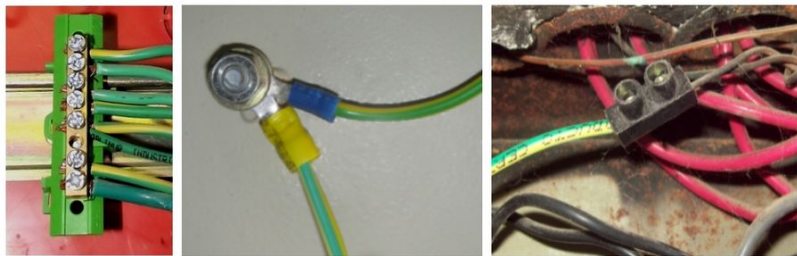

Fig. 1 : Conexión de tierra
- Siempre que haya espacio disponible en el tablero del cual se toma energía los interruptores se instalarán dentro del mismo. En caso de no haber espacio podrán instalarse en un tablero exterior con puerta, el cual se colocará junto al tablero del cual se toma energía. En las Figs. 1 y 2 se presentan los esquemas de la instalación. En todos los casos deberán colocarse identificadores con la leyenda "Plan Ceibal" en los interruptores (preferentemente etiqueta plástica autoadhesiva impresa o manuscrita con marcador indeleble y letra imprenta claramente legible).
En los casos en que el tablero del cual se toma energía cuente con una bornera de tierra, el conductor de tierra de la nueva derivación se conectará a una de las posiciones libres de dicha bornera (Fig. 1 izquierda).
Si el tablero cuenta únicamente con un tornillo con tuerca en el cual se unifican las tierras de las distintas derivaciones, la tierra de la nueva derivación se conectará mediante un terminal de compresión (tipo anillo) adecuado al tornillo existente (Fig. 1 centro).
Si el tablero no cuenta con ninguna de las soluciones antes mencionadas deberá identificarse el conductor principal de tierra y sin cortar el mismo se le colocará una pieza de unión (del tamaño apropiado en función de la sección del conductor), y a dicha pieza se conectará el conductor de tierra de la nueva derivación (Fig. 1 derecha).